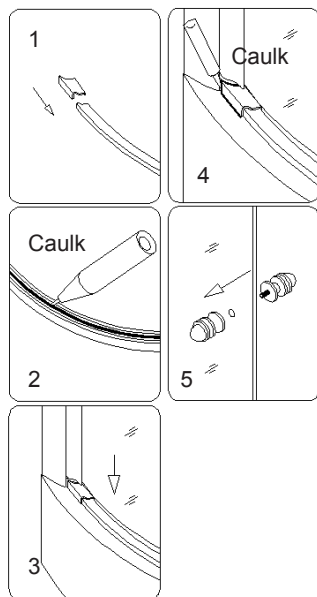
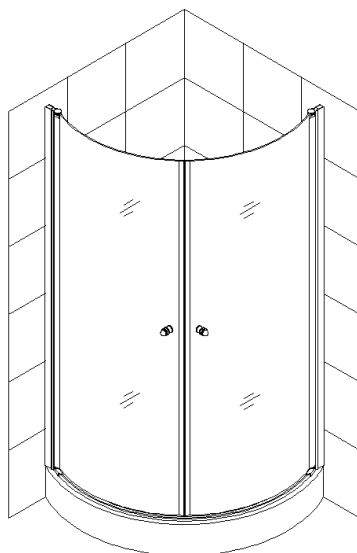

Рис. 11
Рис.12
6. Вставьте пластиковый наконечник **(10)** с двух сторон нижней алюминиевой водоотталкивающей полосы и нанесите силиконовый герметик вдоль паза. Зафиксируйте нижнюю алюминиевую водоотталкивающую полосу в правильном положении (рис. 11). Установите ручки **(03)** на стеклянных дверях. См. рис. 11 и рис. 12 для более подробной информации.